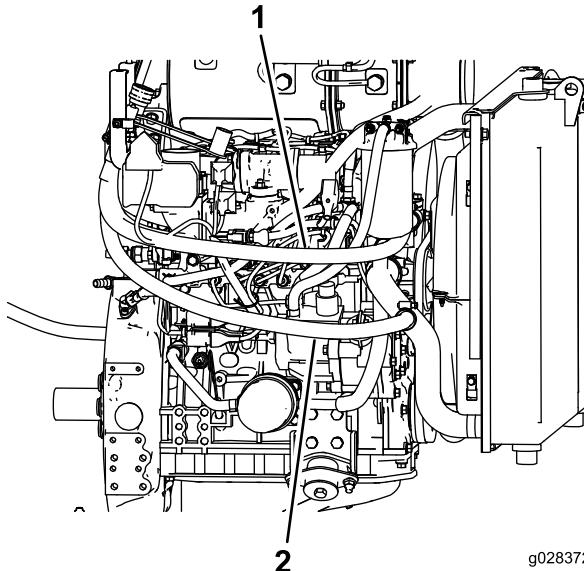

Рисунок 19
1. Проложите шланг поперек двигателя (Рисунок 19).